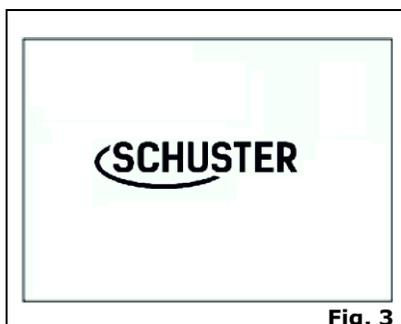
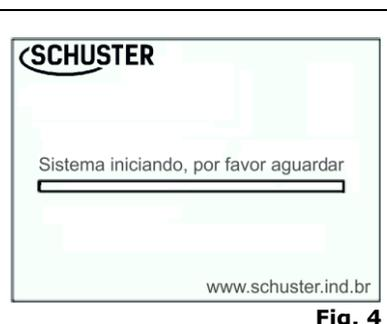

Fig. 3
Fig. 4
- Ligar a chave de força na lateral direita do painel frontal (Fig.1-1), ela irá acender o visor (Fig.1-3). O sistema será acionado iniciando o auto teste que tem duração de cerca de 5 segundos (Fig.3 e Fig.4).